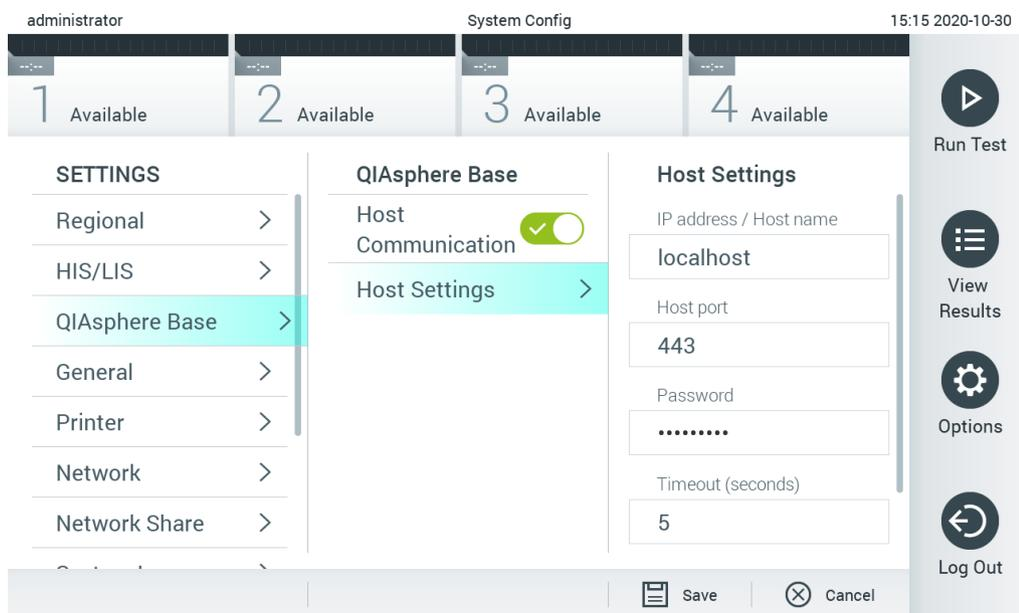

Figura 73. Configurazione della connessione di QIASphere Base.
2. Selezionare QIASphere Base dall'elenco delle impostazioni nella colonna di sinistra (Figura 73).